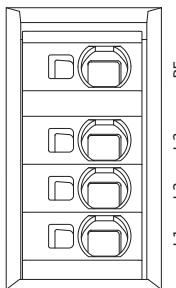

Fig. 26: Силовые клеммы
- Силовые клеммы (сетевые соединительные клеммы) (рис. 26)